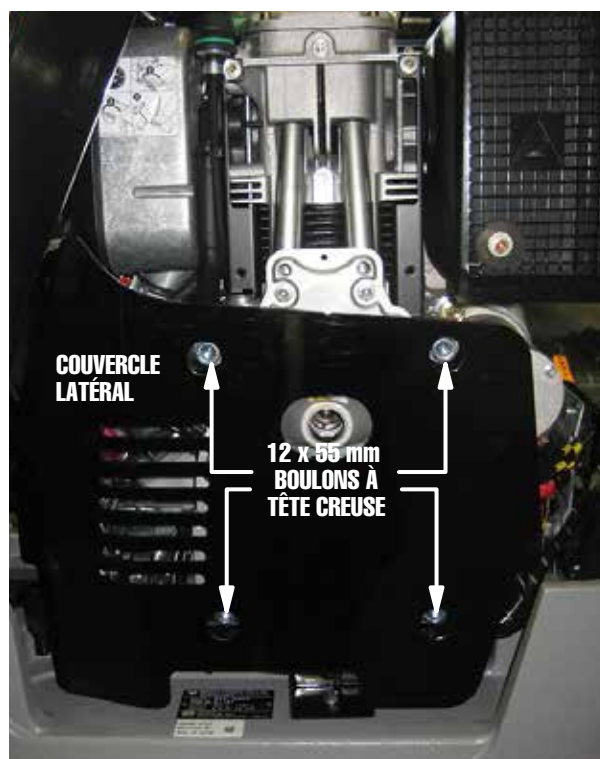

Figure 18. Retrait du couvercle latéral (MVH508DZ)
2. Retirer et mettre de côté les quatre boulons à tête creuse de 12 x 55 mm qui fixent le couvercle latéral à la plaque vibrante (Figure 18). Retirer le couvercle latéral et le mettre de côté.